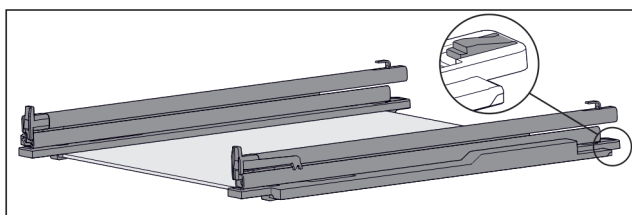

Fig. 95 Steklена plošča z vodili in držalnimi deli
- ▶ Držalni del na zadnji strani potisnite navzdol (glejte Fig. 95) in hkrati vodilo potisnite proti zadnji strani.